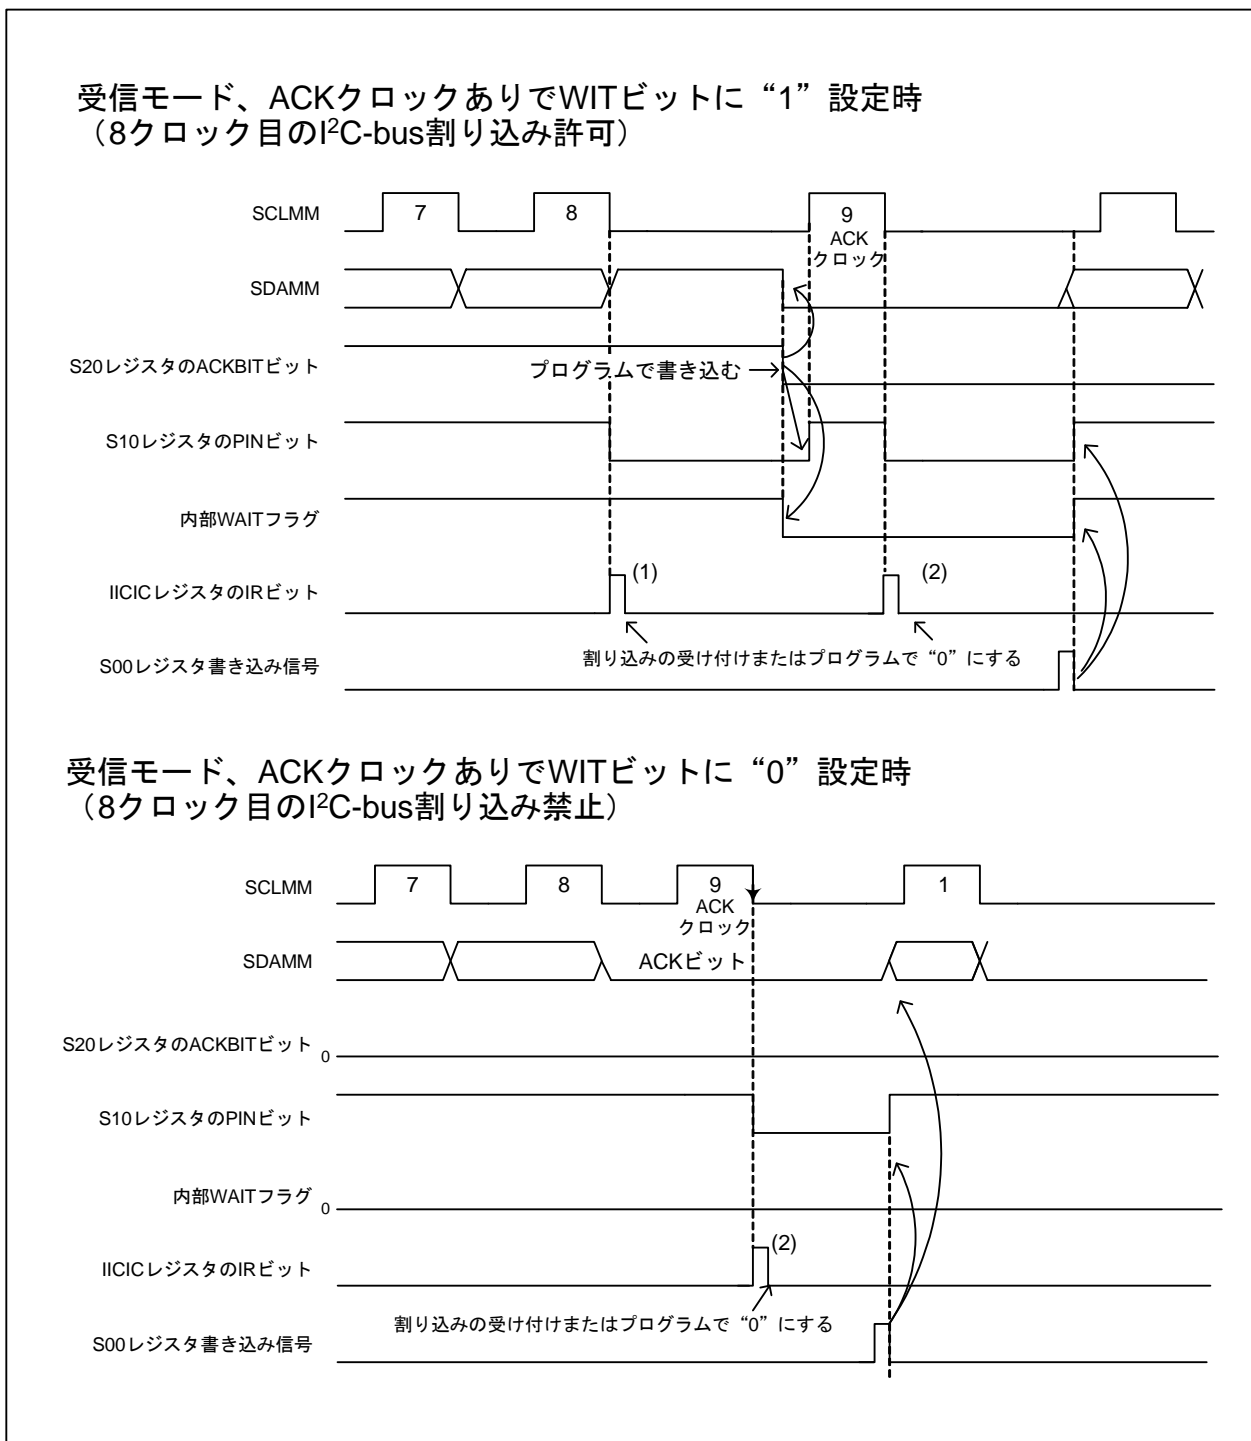

図 25.4 データ受信時の割り込み要求発生タイミング
表 25.6 にデータ受信時の割り込み要求発生タイミングと送受信再開の方法を、図 25.4 にデータ受信時の割り込み要求発生タイミングを示します。
注1. 図 25.4 IICIC レジスタの IR ビット (1) のタイミング
注2. 図 25.4 IICIC レジスタの IR ビット (2) のタイミング